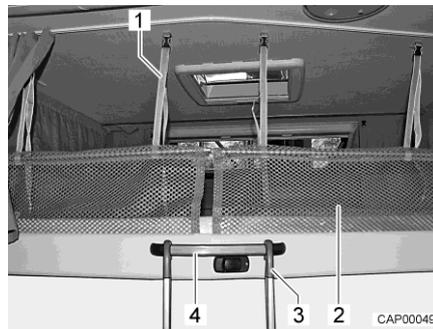

Fig. 73 Escalera de ascenso y red de seguridad
- Enganchar la escalera de ascenso (Fig. 73,3) con las dos horquillas en el asidero (Fig. 73,4) de la cama elevada.
Red de seguridad Las redes de seguridad (Fig. 73,2) con los cinturones de sujeción están guardadas debajo del colchón. Extender las redes de seguridad apenas cuando las personas ya se encuentren en la cama elevada.
- Engatillar los cinturones de sujeción (Fig. 73,1) en los soportes en el techo.